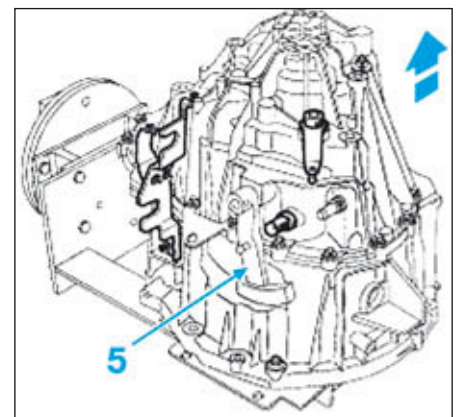

FIG.11
- Déposer le carter vers le haut tout en pivotant le levier de passage (5) (Fig.11).